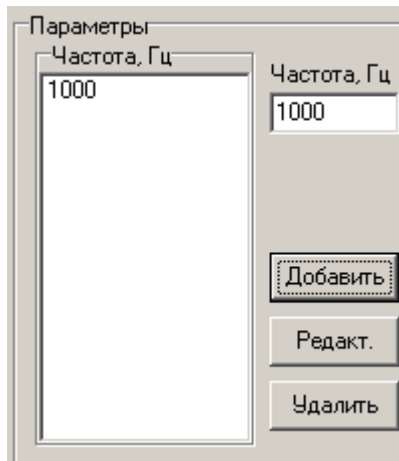

Рисунок 38. Добавление выбранной частоты
6.5.2.2 Добавить эту частоту в список параметров с помощью кнопки «Добавить» под полем ввода «Частота, Гц» (см. рисунок 38).